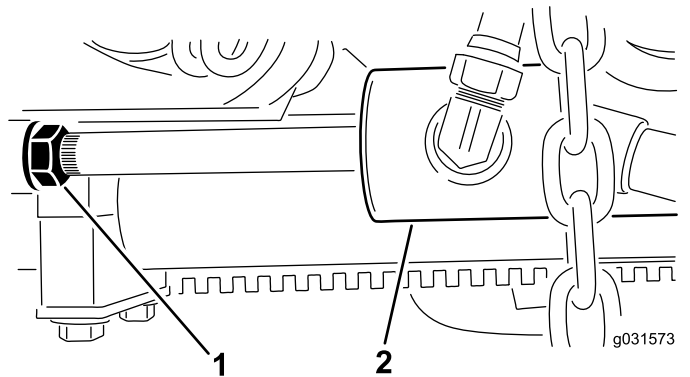

図 13
- B. シリンダについているジャムナットを戻す 図 13。